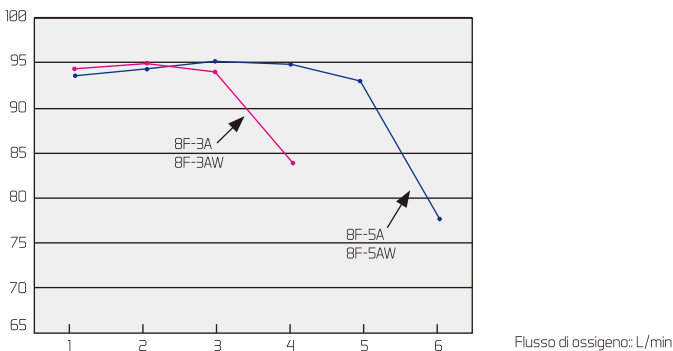

Figura 1
5. Grafico illustrativo dei valori di concentrazione di ossigeno come funzione della portata con una pressione nominale in uscita pari a zero (Figura 1):